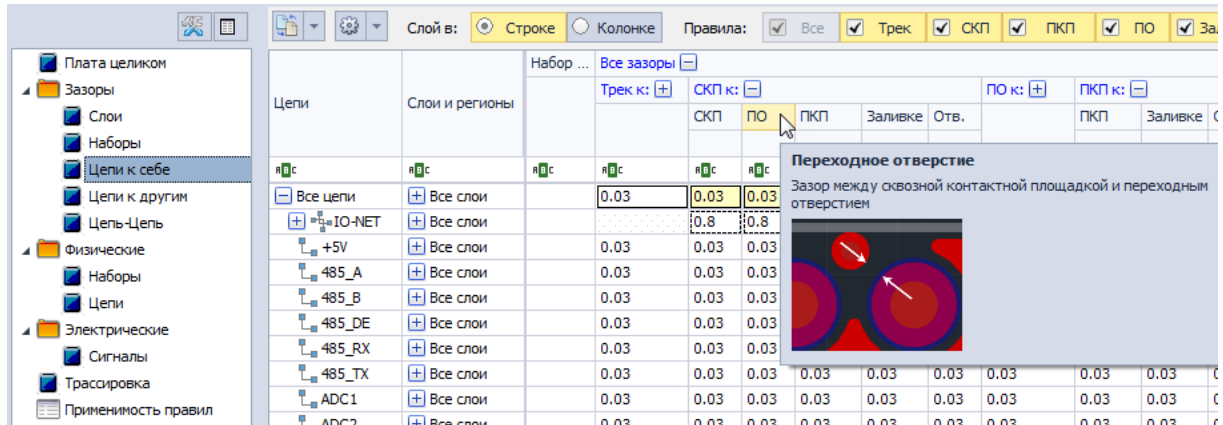

Рис. 12 Зазор между сквозной контактной площадкой и переходным отверстием
- Зазор между СКП и ПО обозначается как «СКП к ПО», Рис. 12.